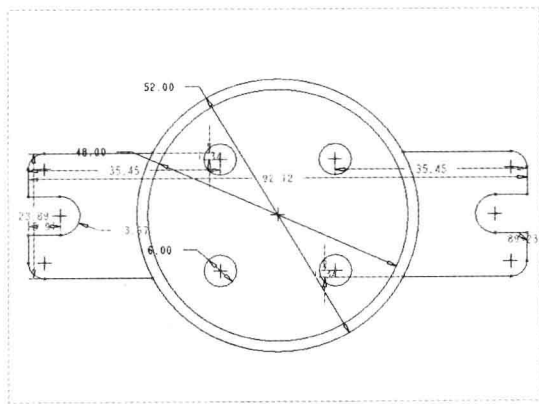

图 13-59 显示尺寸并隐藏约束
Step 01 在“功能区”选项板中切换至“视图”选项卡，在“显示”面板中依次单击“显示尺寸”按钮和“显示约束”按钮，显示尺寸并隐藏约束，如图 13-59 所示。